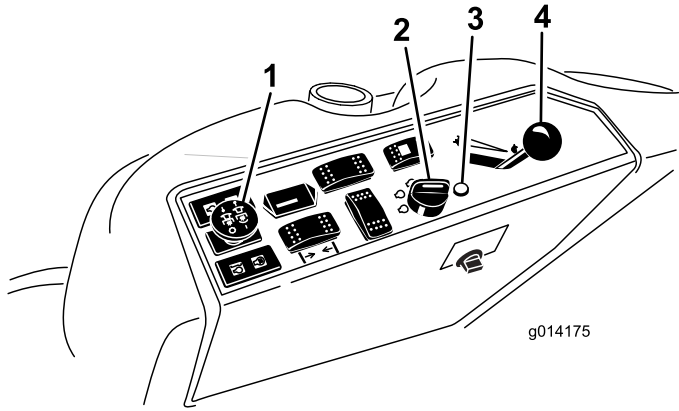

图19
- 将动力输出（PTO）开关移至关闭位置（图19）。
- 将油门杆移至快速与慢速的中间位置（图19）。